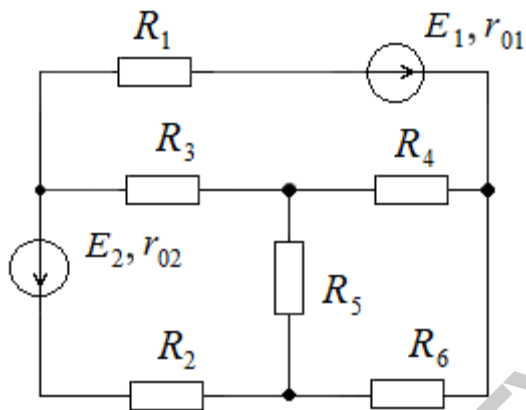

Рис. 91
24. Методом уравнений Кирхгофа определить токи во всех в ветвях электрической цепи (рис. 91), если $E_1 = 20$ В; $E_2 = 40$ В; $R_1 = 64$ Ом; $R_2 = 48$ Ом; $R_3 = 30$ Ом; $R_4 = 25$ Ом; $R_5 = 51$ Ом; $R_6 = 15$ Ом; $r_{01} = 1$ Ом; $r_{02} = 2$ Ом.